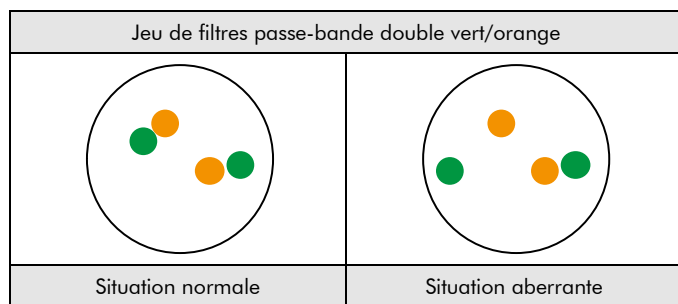

Fig. 2: Résultats attendus dans les noyaux en interphase normaux et présentant une aberration
**Situation normale :** Dans les interfases de cellules normales ou de cellules sans translocation impliquant la région du gène YWHAE, deux signaux de fusion vert/orange apparaissent (Voir figure 2).
**Situation aberrante :** Une région du gène YWHAE affectée par une translocation est indiquée par un signal vert et un signal orange distincts (Voir figure 2).